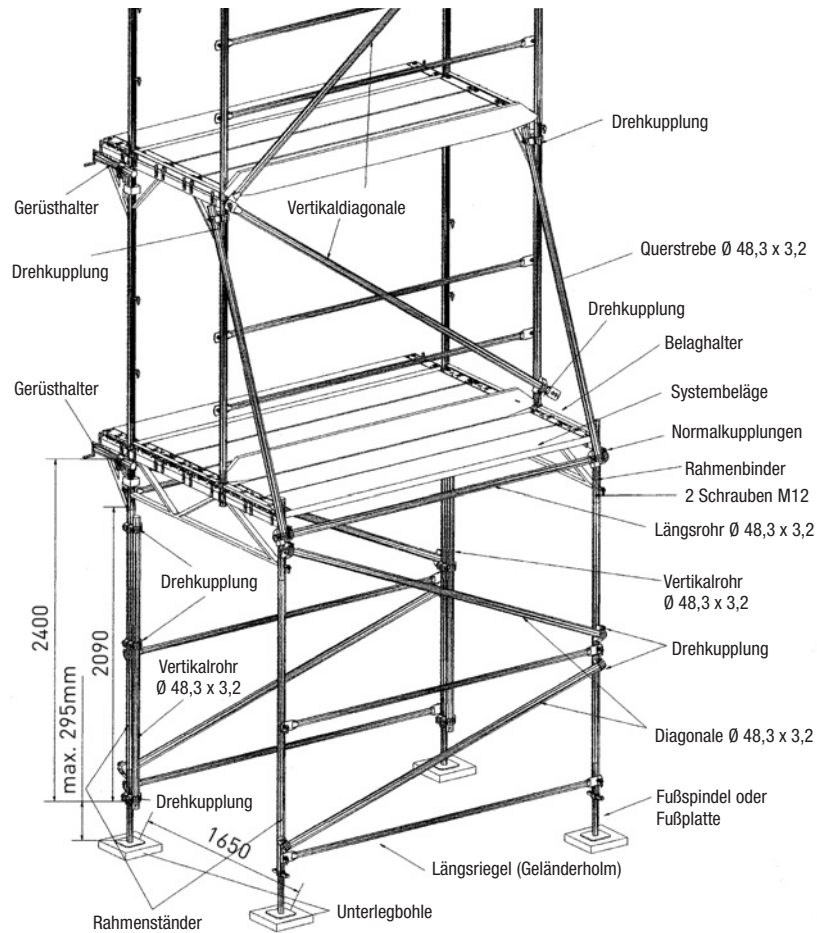

Bild 26 Zusatzmaßnahmen im Bereich der Durchgangsrahmen
- Die inneren Rahmenständer der Durchgangsrahmen sind mit zusätzlichen Gerüstrohren $\text{Ø } 48,3 \times 3,2$ zu verstärken, die mit jeweils drei Drehkupplungen parallel an den Ständern angeschlossen werden (siehe Bild 26 und Seiten 79 bis 83).
- Über den Durchgangsrahmen sind Querstreben zwischen den Außenständern der aufgesetzten Vertikalrahmen und den äußeren Rahmenständern der Durchgangsrahmen erforderlich. Für diese Streben sind Gerüstrohre $\text{Ø } 48,3 \times 3,2$ zu verwenden, die an ihren oberen Enden mit Drehkupplungen an den Außenständern angeschlossen werden. Für den Anschluss des unteren Streben-Endes muss zunächst ein längs verlaufendes Gerüstrohr $\text{Ø } 48,3 \times 3,2$ mit Normkupplungen an den Rahmenständern der Durchgangsrahmen angeschlossen werden; die unteren Strebenenden werden dann mit Kupplungen an diesem Längsrohr angeschlossen (siehe Bild 26 und Seiten 79, 82 und 83).